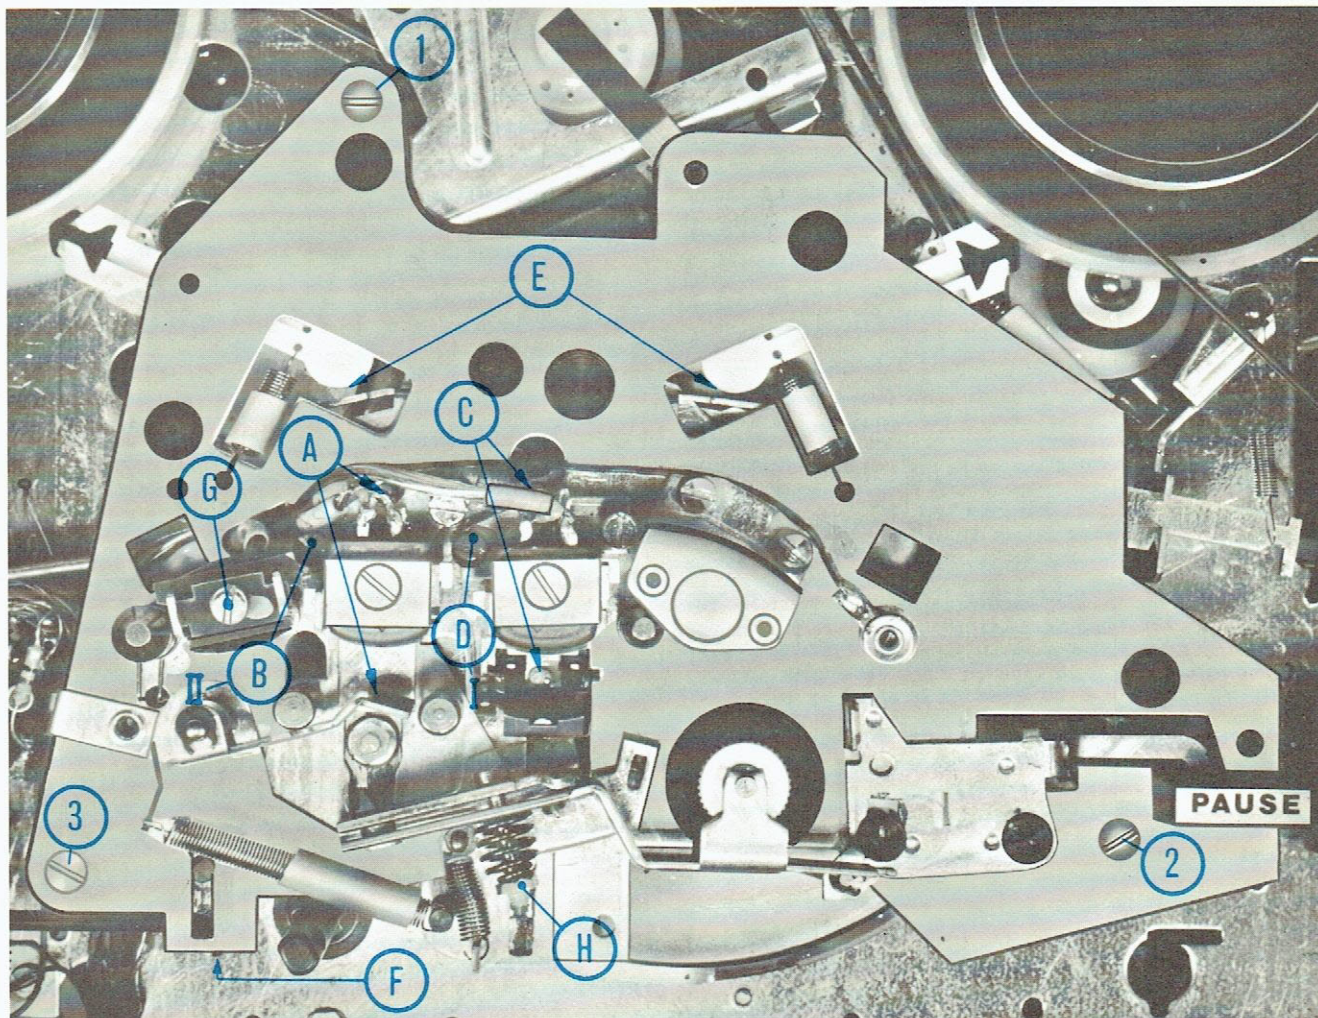

Fig. 6: Présentation du plateau support de têtes.
La tête d'effacement peut être déplacée en hauteur en tournant la vis G fig. 6. Elle doit être alignée de telle façon que le coin supérieur de l'entrefer se trouve à env. 0,1 mm au-dessus du bord supérieur de la bande.
Les freins stop doivent bien caler en position "stop". Pour assurer cela, les lobes d'actionnement des curseurs de frein doivent être ajustés de façon à obtenir un écartement de ≥ 1 mm avec les leviers de frein (Points E, fig. 6). Avec la touche marche enfoncée, la distance frein caoutchouc — plateau de frein doit être également ≥ 1 mm. En manipulant lentement la touche marche, les freins doivent avoir relâché avant que le galet GA n'entraîne la bande.
Dévisser les trois vis ① ② ③ (Fig. 6) du plateau support de têtes, décrocher de l'équerre de la roue de friction la tringle de traction et le ressort de traction, retirer du cabestan le plateau support de têtes vers le haut.
Poser la courroie d'entraînement, d'abord au volant dans la rainure supérieure ensuite à la roue d'inversion sectionnée dans la rainure inférieure, (commutateur de choix de vitesse enclenché à 19 cm/s). Replacer la bascule d'inversion en vérifiant que la courroie d'entraînement repose bien dans les deux évidements. Maintenant remonter le plateau support de têtes sur le cabestan, raccrocher la tringle de traction et le ressort de traction. Contrôler si le plateau repose à coup sûr sur ses supports et si le levier du bloc boutons poussoirs se trouve bien devant le curseur (F) du plateau. Revisser les vis dans l'ordre ① ② ③ comme indiqué à la Fig. 6. Pour le cas où l'anneau de protection contre la poussière se serait décalé, le déplacer, mais seulement d'autant qu'il reste encore un écart d'env. 0,5 mm avec le palier prismique du plateau support de têtes, et que l'anneau de protection contre la poussière ne touche pas le bord supérieur du galet presseur caoutchouc. Une friction de l'anneau de protection contre la poussière contre le palier ou contre le galet presseur caoutchouc aurait pour effet des pleurages et des bruits de fonds.